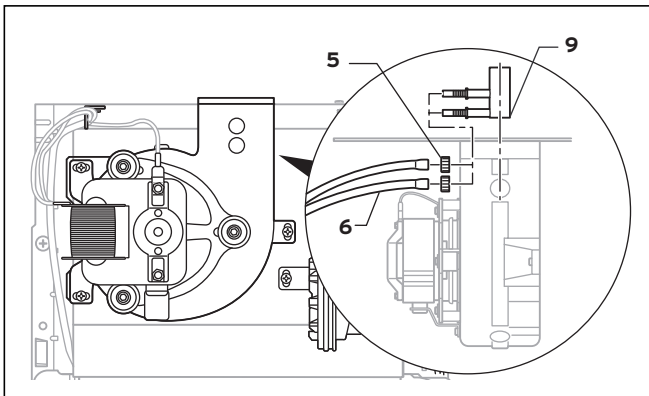

Fig. 7.8 Montar el punto de medición
- Monte el punto de medición y el anillo reductor en el ventilador nuevo. Para ello observe la posición de montaje del punto de medición (fig. 7.8)